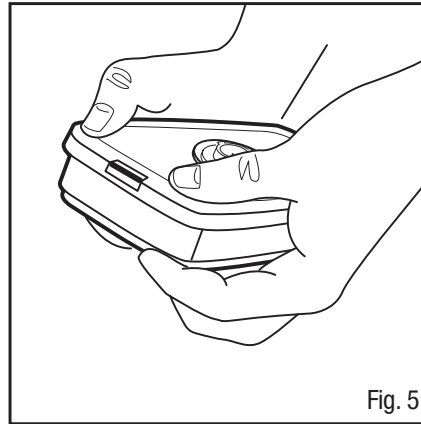

Fig. 5
2. Enclencher l'encoche arrière de la même manière, en appuyant l'arrière de la cartouche contre l'adaptateur en plaçant les pouces et les doigts de la même manière. Un dé clic se fait entendre lorsque chaque encoche est enclenchée (Fig. 5).